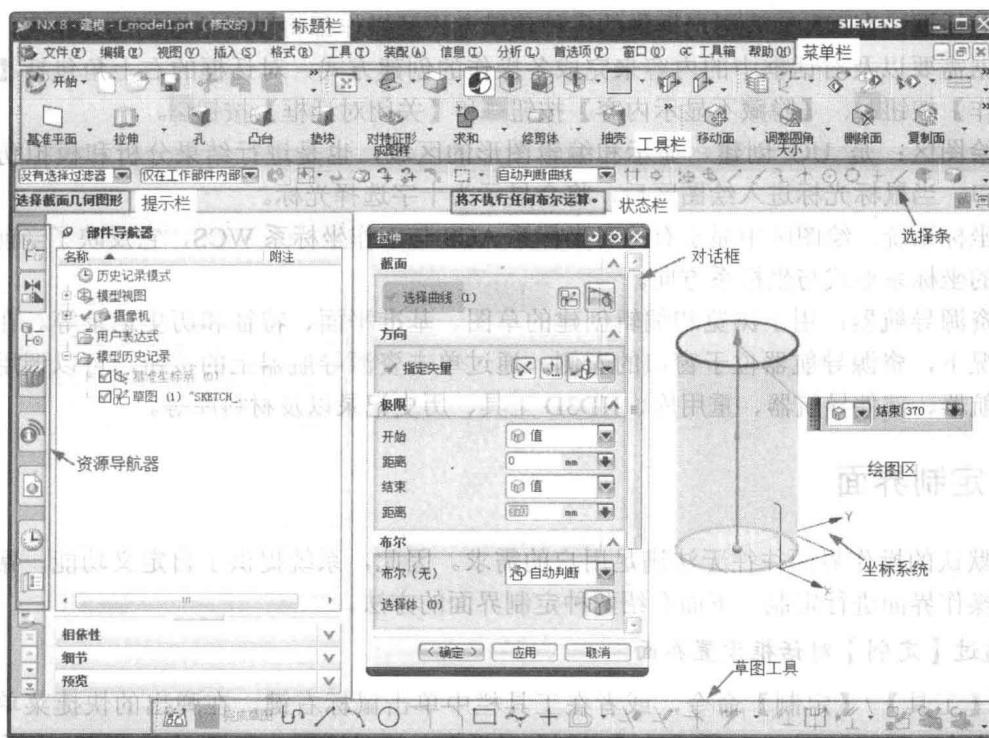

图 1-2 NX 8 的基本操作界面
击【确定】按钮，将弹出如图 1-2 所示的 NX 8 的基本操作界面。
- ◆ 标题栏：位于 NX 8 操作界面的顶部，用来显示软件名称和版本号，以及当前的模块和文件名等信息。如果已经对部件做了修改，但还未保存，则在标题栏文字后将会显示“修改的”提示信息（如图 1-2 所示）。